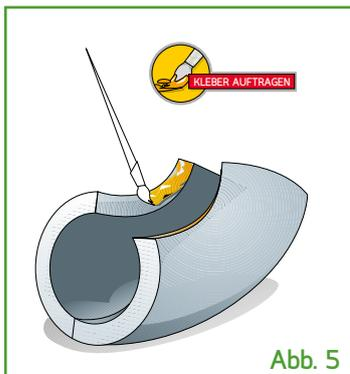

Abb. 5
5) Den Kleber auch an den Rändern auftragen und trocknen lassen. (Abb. 5)